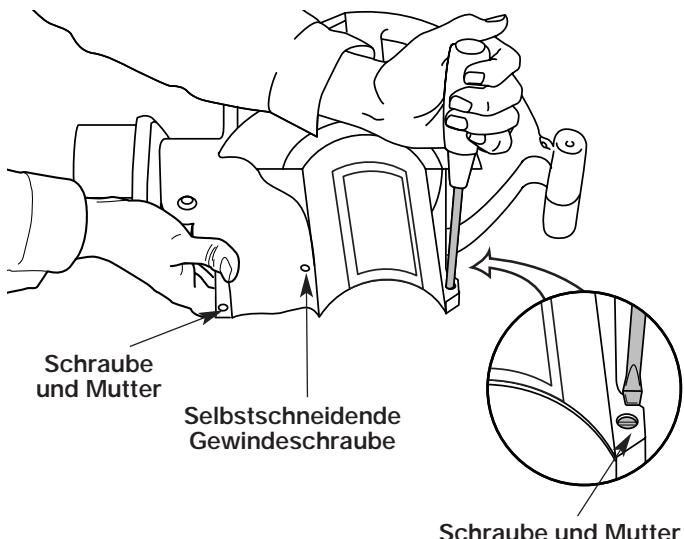

Abb. 2
3. Die 2 (zwei) Schlitzschrauben T20 Torx 8-32 x 3/4" in die rechte Seite des Motorgehäuses und die 2 (zwei) Muttern in die linke Seite des Motorgehäuses einsetzen (Abb. 2).
5. Die 2 (zwei) übriggebliebenen selbstschneidenden Gewindeschrauben mit Schlitten T20 Torx 8-16 x 3/4" an beiden Seiten des Gehäuses anbringen (Abb. 2). Die Schrauben gut, aber nicht zu fest anziehen.